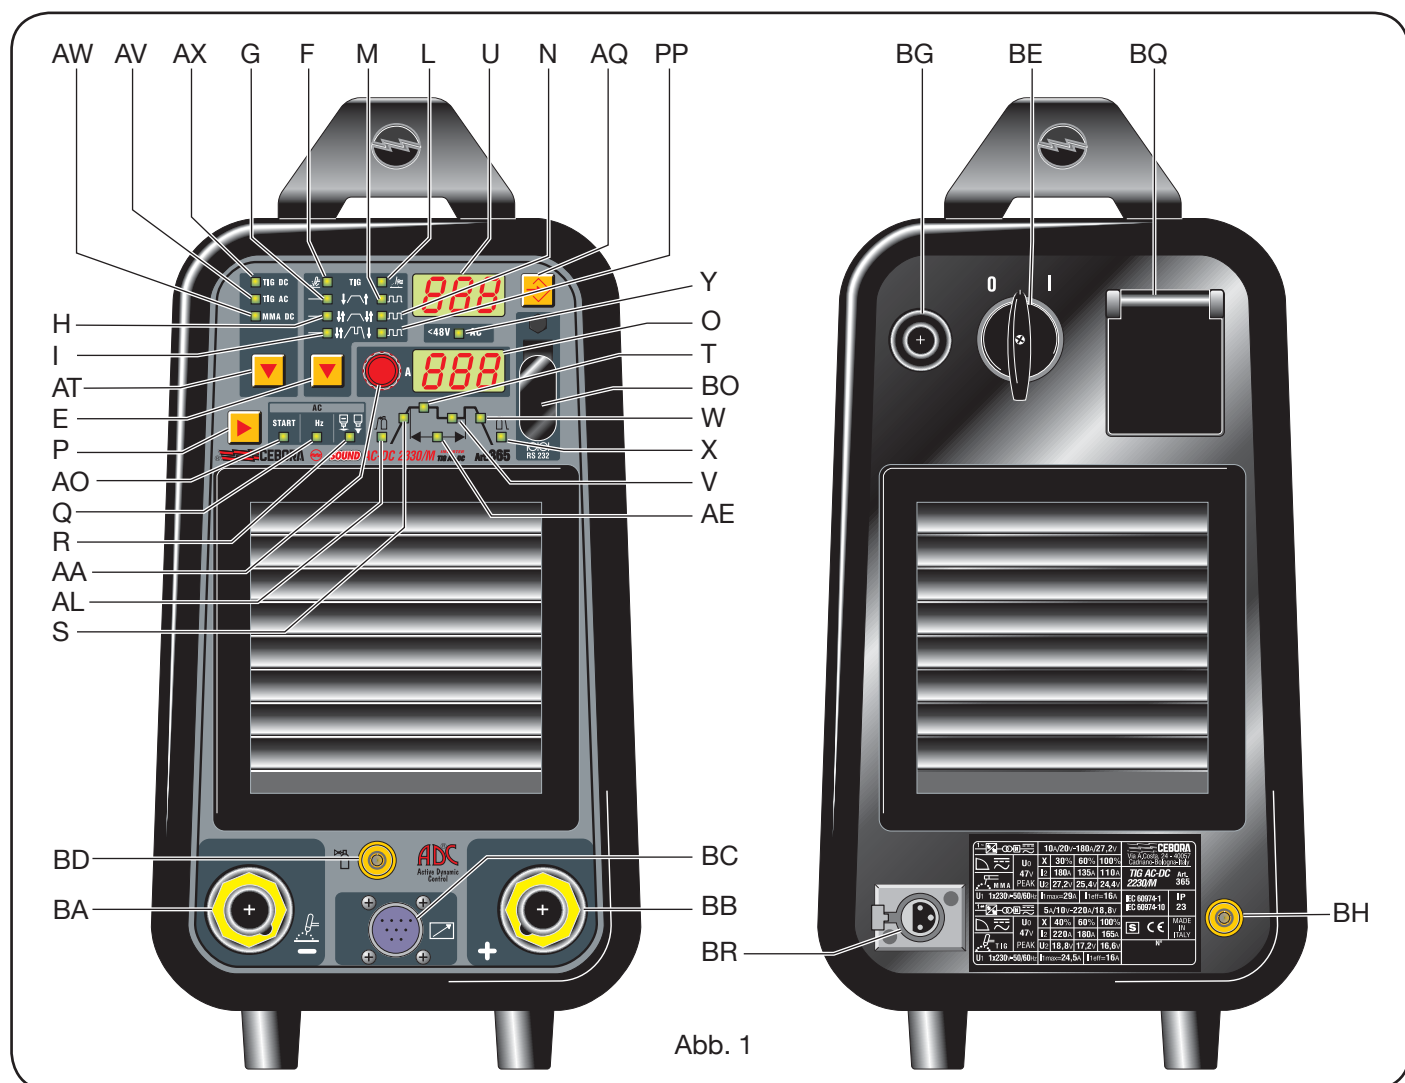

Abb. 1
3.2 BESCHREIBUNG DES GERÄTS (ABB. 1).